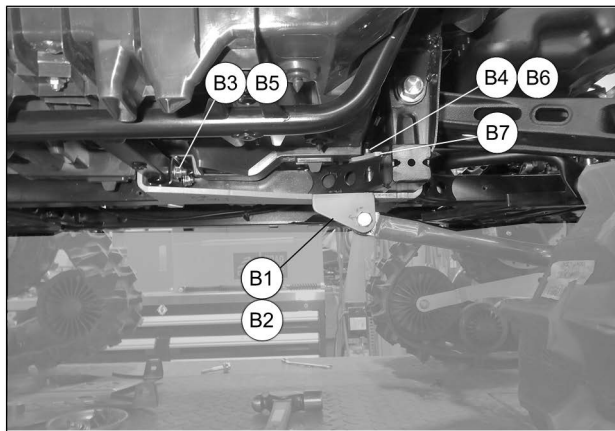

Fig. 15
13. Installation des plaques d'ancrage (**B1-B2**) sous le véhicule: boulons M8 (**B3**) & écrous (**B5**) vers l'avant, plaques supérieures (**B7**), boulons M10 (**B4**) & écrous (**B6**) à l'arrière. Voir la Fig. 15